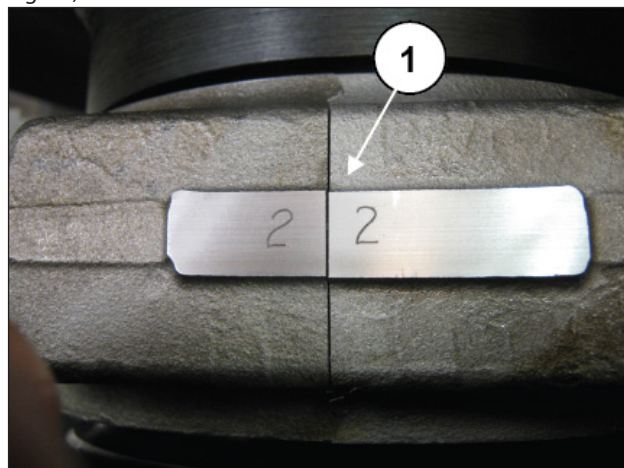

Fig. 77
Separare i cappelli dalle semibielle; il corretto accoppiamento sarà garantito dalla numerazione posta su un lato (pos. ①, Fig. 77).